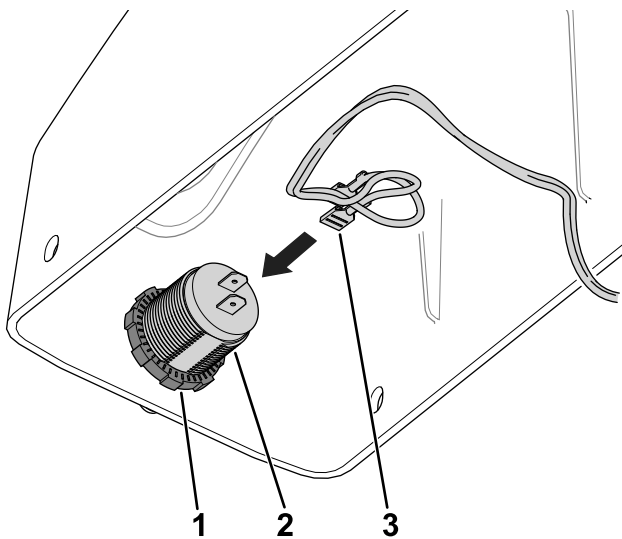

Figure 3
5. Servez-vous de l'écrou de blocage retiré précédemment pour fixer la prise USB sur le cache du frein de stationnement (Figure 3).
6. Branchez l'extrémité du faisceau de câblage étiquetée USB PORT dans la prise USB (Figure 3).